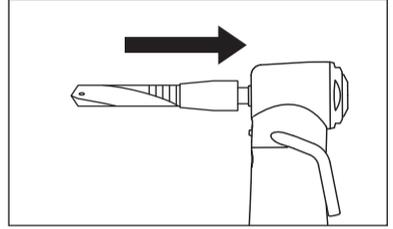

Fig. 3
- 3) Empurre a ponta/broca para o interior até prender com um clique (Fig. 3).